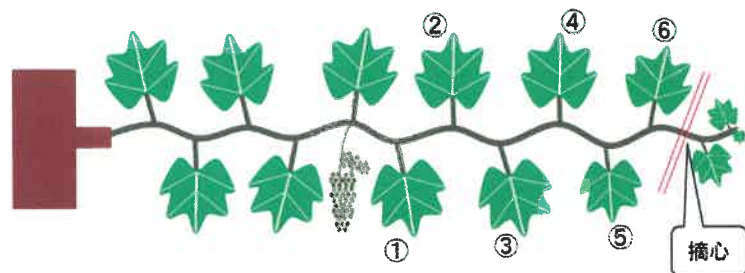

図5 開花始期の新梢摘心の方法
- 開花始期で、新葉が新梢基部から数えて 12 枚程度展葉した頃に、花穂から先の新葉を 6 枚残して摘心します (図 5)。